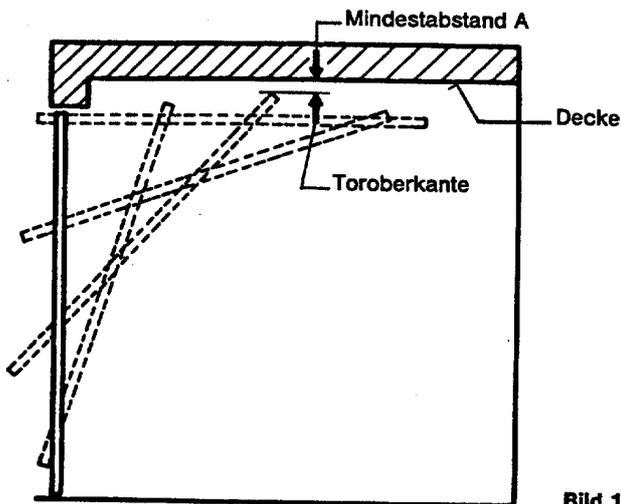
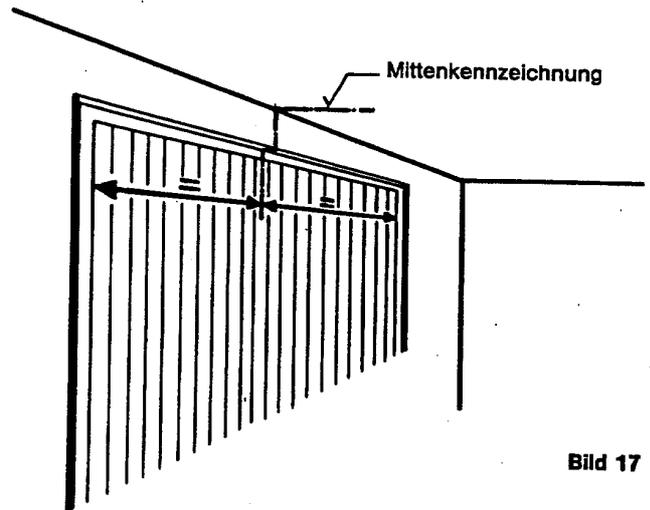

Bild 16
Bild 17
5.12.) Tor langsam schließen und dabei den Mindestabstand A (Toroberkante - Decke) mind. 60 mm messen (Bild 16).
5.13.) Deckenmontage: Bei einem Mindestabstand „A“ (vgl. Bild 16) unter 12 cm Torantrieb direkt an die Decke montieren. Dazu Mittenkennzeichnung in Sturznahe auf die Decke übertragen (Bild 17).
5.18.) Sturzmontage: Bei einem Mindestabstand „A“ (vgl. Bild 16) über 12 cm auf dem Sturz symmetrisch zur Tormitte zwei senkrechte Linien mit 10,5 cm Abstand ziehen und dann mit Deckenabstand = Mindestabstand A - 4 cm (Mindestabstand siehe 5.12.) eine waagrechte Linie ziehen (Bild 22).